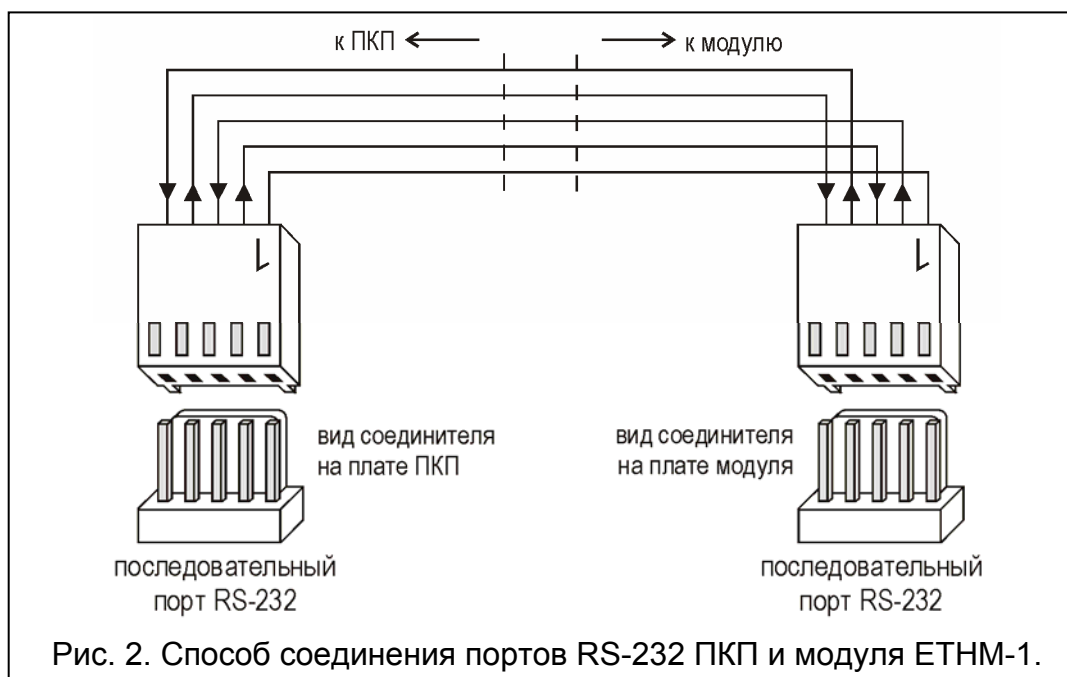

Рис. 2. Способ соединения портов RS-232 ПКП и модуля ETHM-1.
5. Если ПКП должен управляться через сеть с помощью программы DLOADX, то следует соединить порты RS-232 модуля и ПКП соответствующим кабелем согласно Рис. 2.